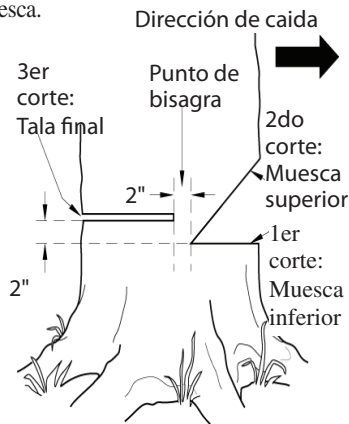

Figura 15 - Tala de un árbol
minará la dirección en que caerá el árbol. Corte la muesca del lado del árbol correspondiente a la dirección en la cual desea que éste caiga (vea la Figura 15). Siga las instrucciones a continuación para cortar la muesca.
1. Haga el corte inferior de la muesca tan cerca del suelo como sea posible. Sujete la sierra de modo que la barra de guía se encuentre en posición horizontal. Corte a través del tronco del árbol hasta atravesar 1/3 de su diámetro (vea la Figura 15). *Nota:* Haga siempre este corte inferior horizontal en primer lugar. Si la hace en segundo lugar, el árbol puede presionar la cadena o la barra de guía.
cm por encima de aquél. Corte en dirección hacia abajo y a un ángulo de 45°. El corte superior de la muesca debe llegar y unirse al punto final del corte inferior (vea la Figura 15).
⚠️ **ADVERTENCIA:** No atraviese el árbol completamente. Deje alrededor de cinco centímetros de diámetro sin cortar, directamente detrás de la muesca (vea la Figura 15). Esta porción sin cortar funciona a manera de bisagra. La bisagra ayuda a evitar que el árbol se tuerza y caiga en la dirección equivocada.
1. Haga el corte de tala final 5 cm por encima del corte inferior de la muesca y sobre el lado opuesto del árbol (vea la Figura 15). Mantenga el corte de tala final paralelo al corte inferior de la muesca.